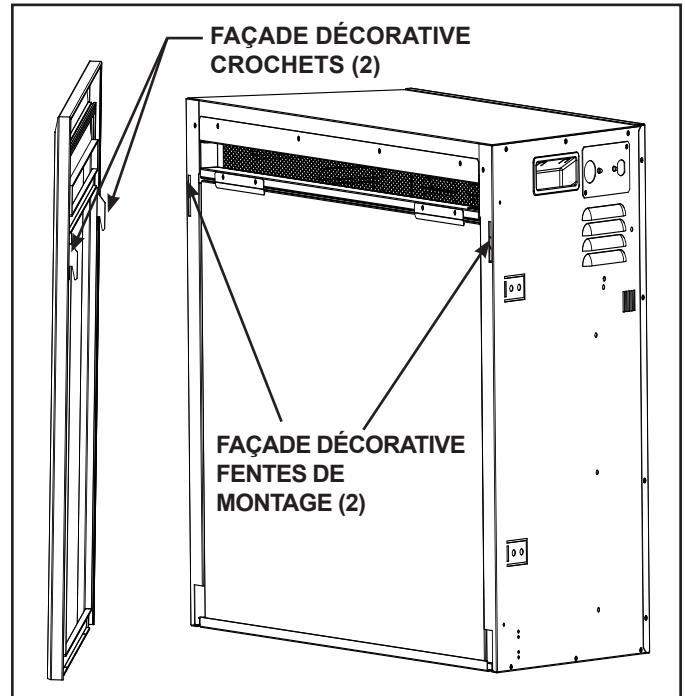

Figure 4.14 Installation de la façade décorative
6. Si vous utilisez un encadrement optionnel, installez-le sur le foyer. Voir la section 4.C. Si vous n'utilisez pas l'encadrement optionnel, placez la façade décorative sur la cheminée pour aider à déterminer la profondeur de montage appropriée dans la charpente. Voir le devant de l'installation figure 4.14 .
- 1 Installez l'appareil fourni à l'avant en alignant les deux (2) crochets supérieurs à l'arrière de l'avant avec les fentes à l'avant déco de l'appareil. Voir la figure 4.14.